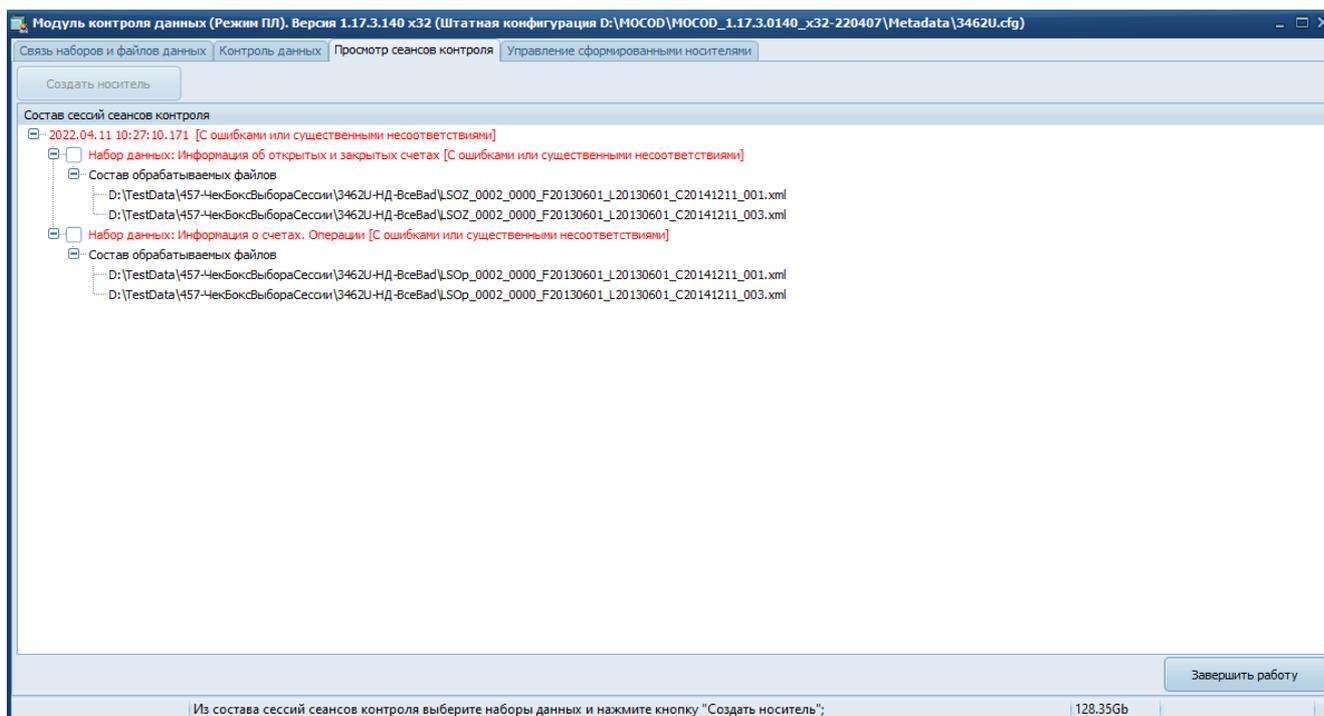

Рисунок 78 – Отображение наборов данных с ошибками и существенными несоответствиями
**Внимание!** Сессии сеансов контроля, содержащие в составе наборы данных, в которых были обнаружены ошибки или существенные несоответствия, отмечены в списке красным цветом. Наборы данных с ошибками также отмечены в списке красным цветом и недоступны для включения в состав формируемых носителей (Рисунок 78).